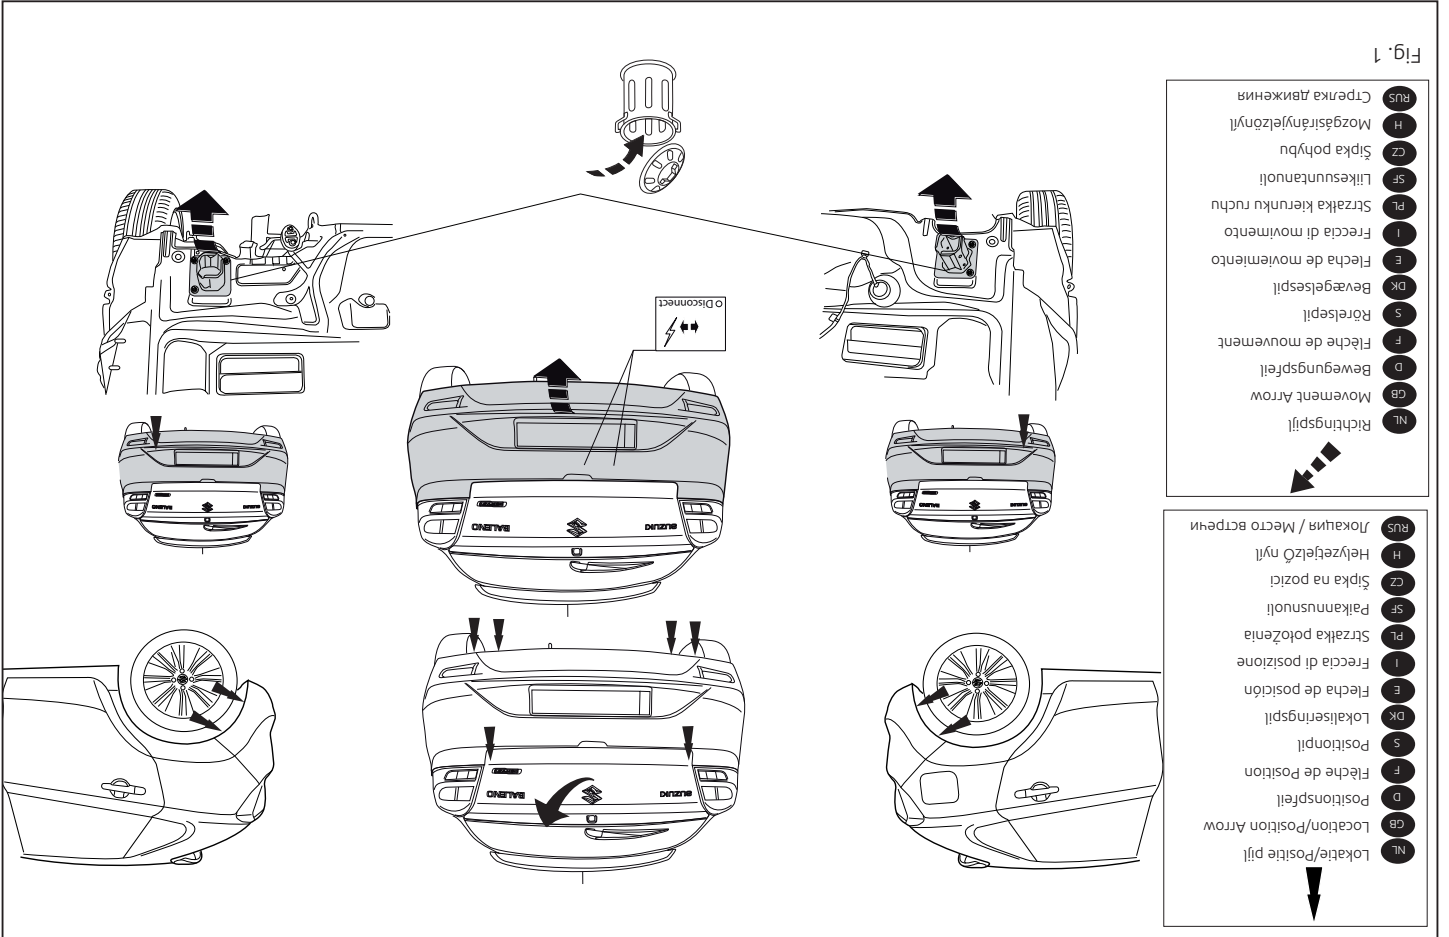

Fig. 1
1. Remove the bumper. See figure 1.
2. Remove the parts indicated in figure 1.
1. Die Stoßstange abmontieren. Siehe Abbildung 1.
2. Die in Abbildung 1 angegebenen Teile abmontieren.